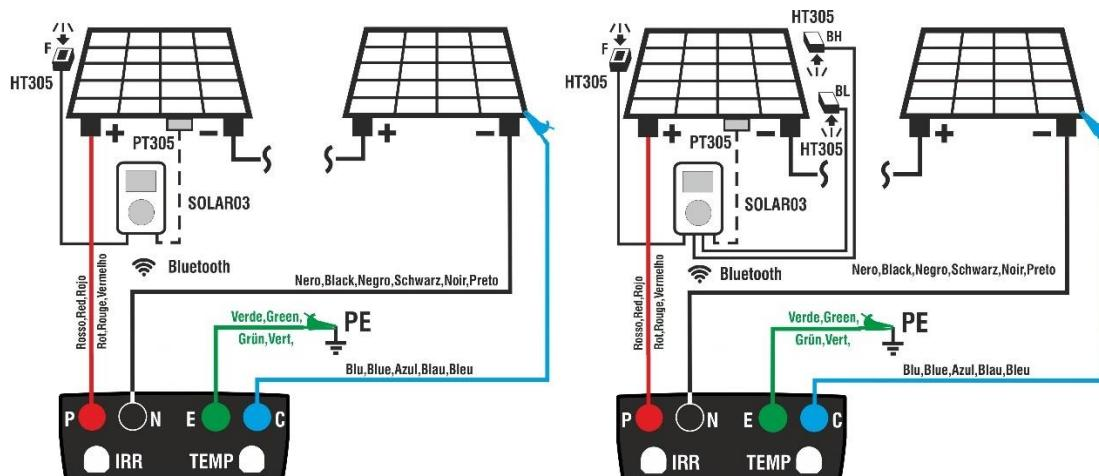

Fig. 13: Conexión con SOLAR03 en conexión directa sobre módulos Mono/Bifaciales
3. Conecte el instrumento al módulo/string en pruebas y eventualmente al nodo principal de tierra de la instalación y a las masas metálicas puestas a tierra como se muestra en Fig. 13. En particular: